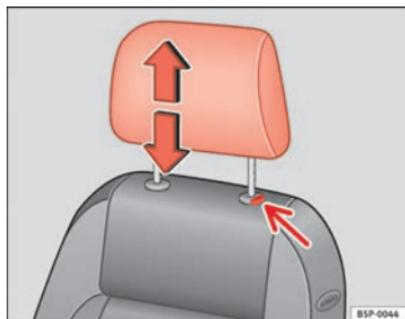

Fig. 67 Réglage ou dépose de l'appuie-tête
- Appuyez sur le bouton ⇒ fig. 67 (flèche).